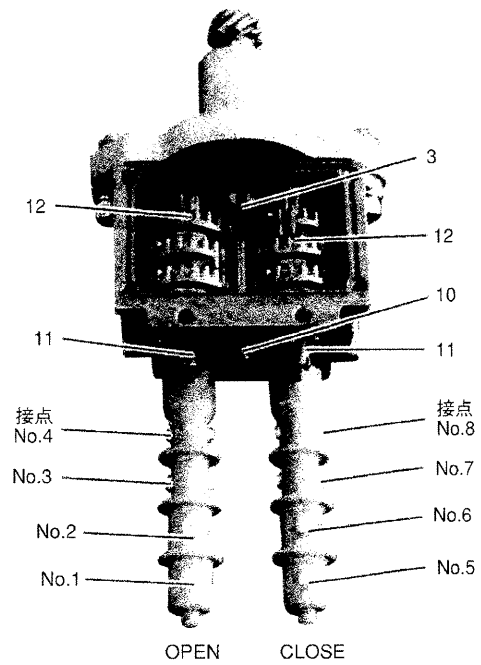
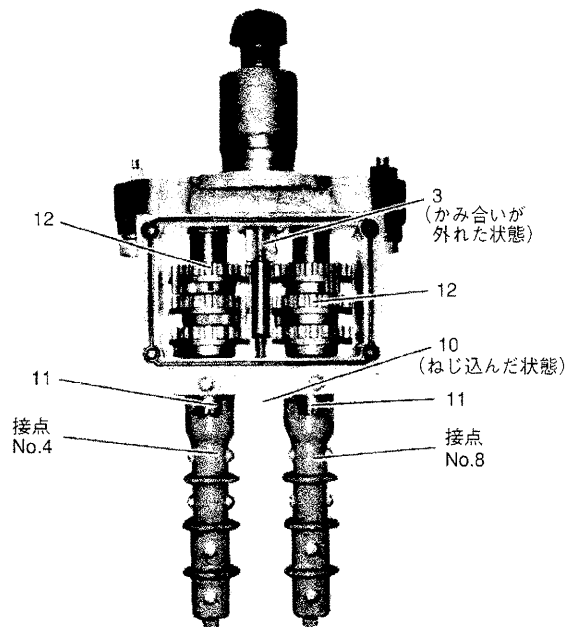
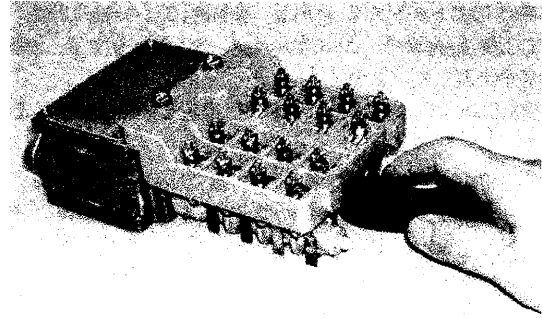

図5.2.2
図5.2.4
図5.2.5
- ・⑩セッティングロッドを図5.2.5のようにドライバで右に回して⑨ギアフレームと同一面になるまでねじ込み、③ドライブピニオンとの噛み合いを外します(図5.2.4参照)。
- ・現在の接点の状態がONならば、手順2で確認した方向へ、ドライバで⑩ギアシャフトを回し、ロータが90°回転して接点No.8がOFFに動作したところで止めます。
- ・現在の接点の状態がOFFならば、手順2で確認した方向と逆にドライバで⑩ギアシャフトを回し、ロータがONになる位置を通過するまで回した後、手順2で確認した方向に⑩ギアシャフトを回し、接点No.8がOFFに動作したところで止めます。
- ・⑩セッティングロッドをドライバで止まるまで左へ回し、③ドライブピニオンと⑫インタミットメントギアが噛み合う状態に戻します(図5.2.2参照)。
- ・⑩ギアシャフトをドライバで左右に軽く回してみ、正しく噛み合っている(開閉両側の⑩ギアシャフトが回らない)ことを確認してください。以上で、閉側の調整を終了します。